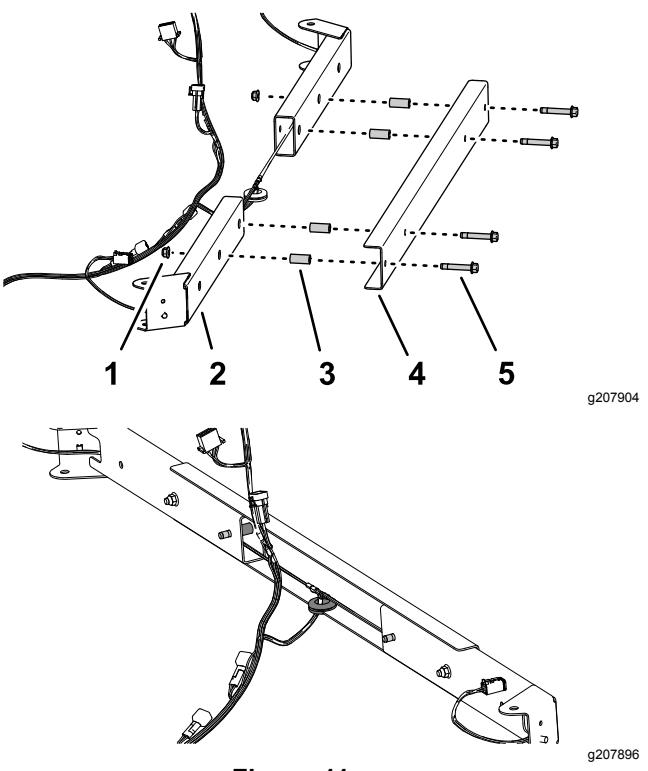

Figura 11
2. Alinhe os furos no canal de suporte, espaçador e montagem da luz de trabalho como se mostra na Figura 11.
3. Monte o canal de suporte na montagem da luz de trabalho (Figura 11) com os quatro parafusos de cabeça flangeada (3/8 x 2-1/4 pol.), quatro espaçadores e duas porcas de bloqueio flangeadas (3/8 pol.).
4. Monte o canal de suporte na montagem da luz de trabalho (Figura 11) com os quatro parafusos de cabeça flangeada (3/8 x 2-1/4 pol.), quatro espaçadores e duas porcas de bloqueio flangeadas (3/8 pol.).
7. Repita os passos **2 a 6** para a montagem da luz de trabalho na outra extremidade do canal de suporte (Figura 11).